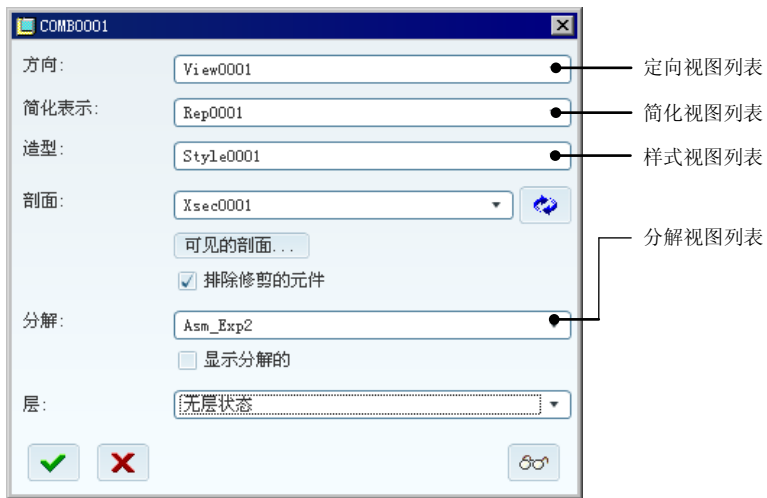

图 9.7.3 “组合视图”对话框
Step5. 在“组合视图”对话框中, 分别在定向视图、简化视图和样式视图等列表中选择要组合的视图, 各视图名称和设置如图 9.7.3 所示。